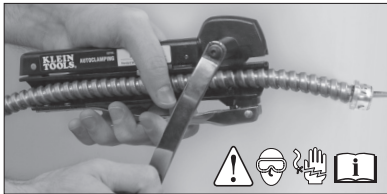

FIG. 1
STEP 1 – ASSEMBLY (SEE FIG. 1 ON BACK PAGE)
1. Using a small screwdriver, remove storage cartridge (A) from drive knob (B).
2. Remove cutter blade (C) from the storage cartridge. Replace cartridge after blade is removed.
3. Remove small thumbscrew (D) on cutter body to fully open two cutter body halves.
4. Remove nut (E) from end of drive axle (F) opposite the handle.
5. Insert drive axle and handle assembly into cutter body (G).
6. Place blade onto drive axle with Klein Tools logo facing outwards (H), ensuring blade is fully seated on hex portion of axle.
PASO 1 – ENSAMBLE (CONSULTE LA FIG. 1 AL DORSO)
1. Con un desarmador pequeño, quite el cartucho de almacenamiento (A) de la perilla de mando (B).
2. Retire la cuchilla (C) del cartucho de almacenamiento. Reponga el cartucho después retirar la cuchilla.
3. Extraiga el tornillo de mariposa pequeño (D) del cuerpo del cortador para abrir ambas mitades del cortador por completo.
4. Quite la tuerca (E) del extremo del eje de mando (F) opuesto al mango.
5. Introduzca el conjunto de eje de mando y mango en el cuerpo del cortador (G).
6. Coloque la cuchilla en el eje de mando de modo que el logotipo de Klein Tools quede hacia afuera (H). De esta forma se garantiza que la cuchilla quede completamente asentada en la parte hexagonal del eje.
ETAPA 1 – MONTAGEM (CONSULTE A FIG. 1 NO VERSO DA PÁGINA)
ÉTAPE 1 – ASSEMBLAGE (VOIR FIG. 1 À LA PAGE ARRIÈRE)
1. À l'aide d'un petit tournevis, retirez la cartouche de rangement (A) du bouton du mécanisme (B).
2. Retirez la lame de coupe (C) de la cartouche de rangement. Remplacez la cartouche après avoir retiré la lame.
3. Retirez la petite vis de serrage (D) du corps du coupe-câble pour ouvrir complètement les deux moitiés du corps de l'outil.
4. Retirez l'écrou (E) de l'extrémité de la tige d'entraînement (F) à l'opposé de la poignée.
5. Insérez l'extrémité de l'assemblage de la tige d'entraînement et de la poignée dans le corps de l'outil (G).
6. Placez la lame sur la tige d'entraînement, le logo Klein Tools orienté vers l'extérieur (H), en vous assurant d'insérer solidement la lame dans la portion hexagonale de la tige.